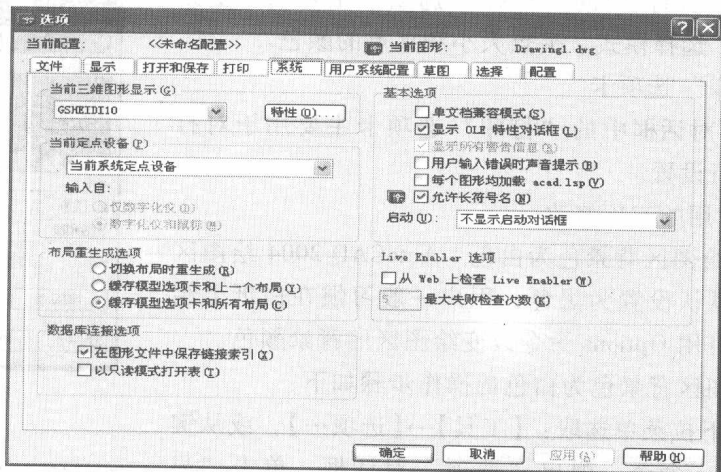

图 1-10 显示“系统”选项卡内容的“选项”对话框
4. “系统”选项卡 图 1-10 所示是显示“系统”选项卡内容的“选项”对话框，该选项卡用于设置基本选项、数据库连接选项、当前定点设备和当前三维图形显示等。